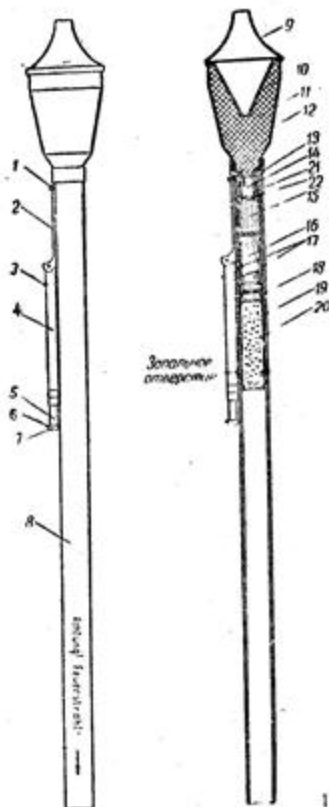
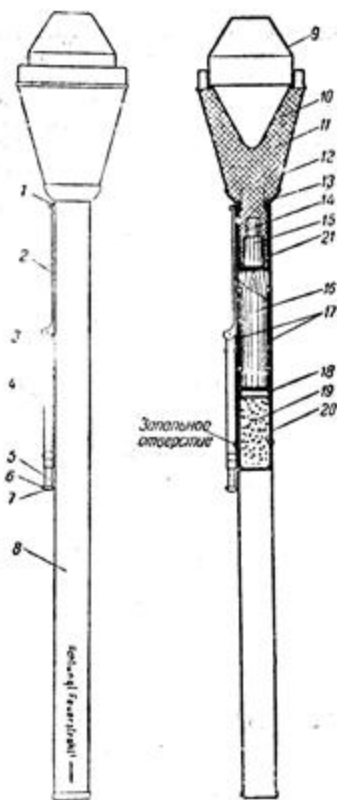

Рис. 8. Реактивное противотанковое приспособление малого образца — «Фаустпатрон-1»:
Рис. 9. Реактивное противотанковое приспособление большого образца — „Фаустпатрон-2“:
Имеется два образца приспособлений: малый — «Фаустпатрон-1» (рис. 8) и большой — «Фаустпатрон-2» (рис. 9). Оба они сходны по устройству и совершенно одинаковы в применении.
Ствол 8 (см. рис. 8 и 9) имеет стреляющий механизм 4 с выступающими наружу стемблем 5 и спусковой кнопкой 3 и прицельную стойку 2, закреплённую чекой 1. На конце стембля имеется головка 7 с прицельчиком 6. Внутри ствола помещён пороховой металлический заряд 19 в картонном футляре 20.
2. Проверить наличие чеки 1 (см. рис. 8 и 9) и положение спусковой кнопки 3 и стебля 5 стреляющего механизма 4. Спусковая кнопка должна выступать из гнезда только своей вершиной. Приливчик 6 на головке 7 стебля 5 должен находиться сверху.
1. Взять левой рукой ствол 8 (см. рис. 8) приспособления у прицельной стойки 2, при этом мина должна находиться сверху. Правой рукой вывинтить головную часть мины, отделить её от хвостовой части мины, остающейся в стволе, и отложить в сторону.
4. Поверх взрывателя поместить деревянную втулку 21 резиновой кольцевой прокладкой 22 к взрывателю, т. е. вниз (см. рис. 8).
1. Взять левой рукой ствол 8 (см. рис. 9) приспособления у прицельной стойки 2, при этом мина должна находиться сверху. Правой рукой вывинтить головную часть мины и отделить её от хвостовой части мины, остающейся в стволе. Ствол отложить в сторону.
1. Взять приспособление левой рукой за ствол 8 (см. рис. 8 и 9) и вынуть правой рукой чеку 1, закрепляющую прицельную стойку 2.